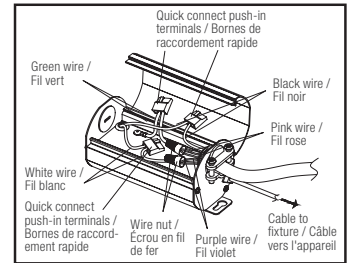

Figure 12
5. Open the J-box and connect the wire. Black to black, white to white, ground to ground. (see Fig. 12)
5. Ouvrez la boîte J et connectez les fils : noir au noir, blanc au blanc, terre à la terre. (voir Fig. 12)